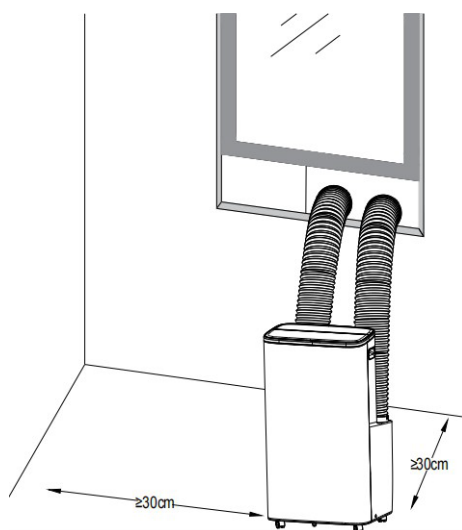

Figure 3
- Ce climatiseur à évacuation d'air chaud doit être installé sur une surface plane dont le périmètre en entier est libre de tout obstacle pouvant affecter son fonctionnement. Ne pas obstruer l'ouverture d'évacuation et prévoir une distance de dégagement de 300 mm autour de celle-ci voir Figure 3).